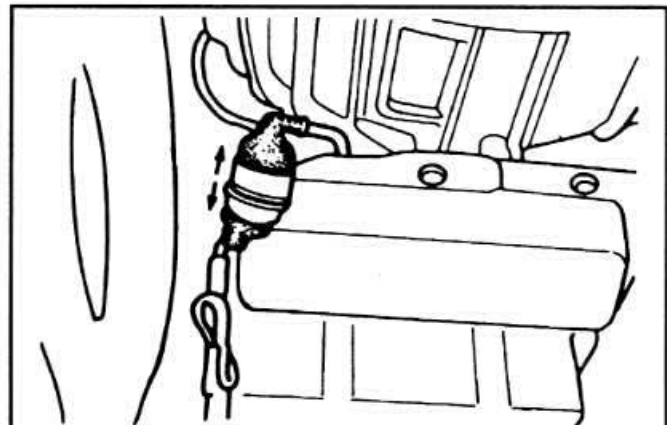

Рис. 2-19. Размещение штепсельного разъема датчика концентрации кислорода в отработавших газах
- Разъединить разъем датчика концентрации кислорода (рис. 2-19).